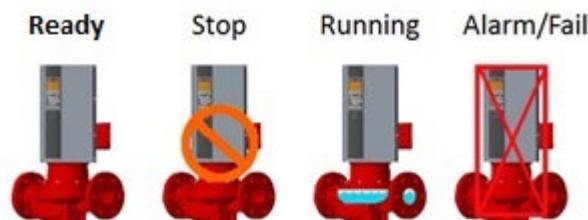

Figura 5.2.6: Estado de la bomba Bombas E80
- 9) Estado de la bomba: En la pantalla Inicio, la visualización de las bombas se animará según el estado actual. La visualización de las bombas de la serie e-80 se muestra en la **Figura 5.2.6**.